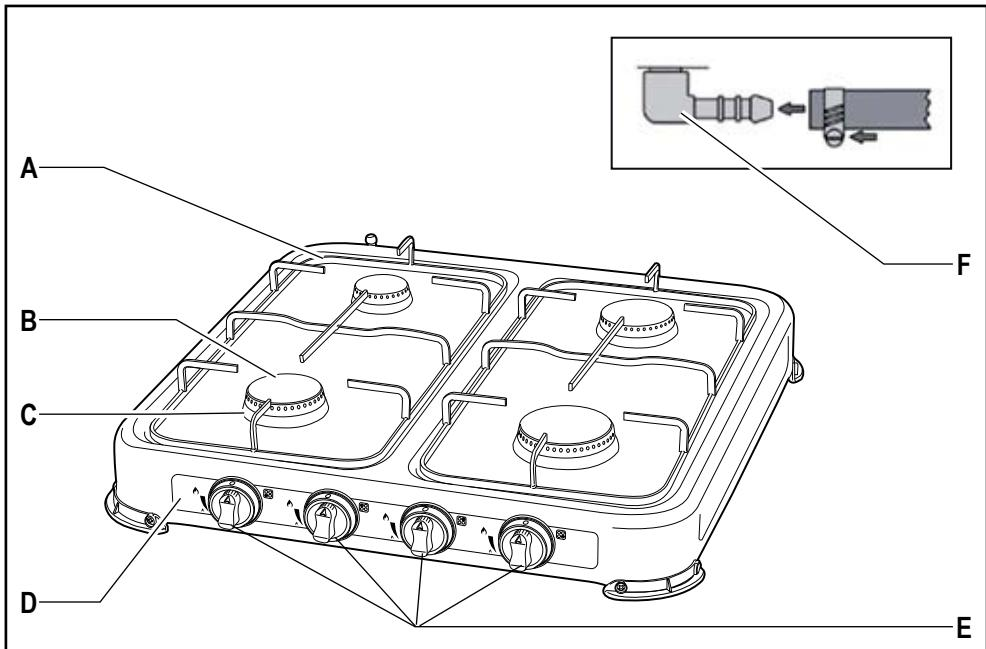
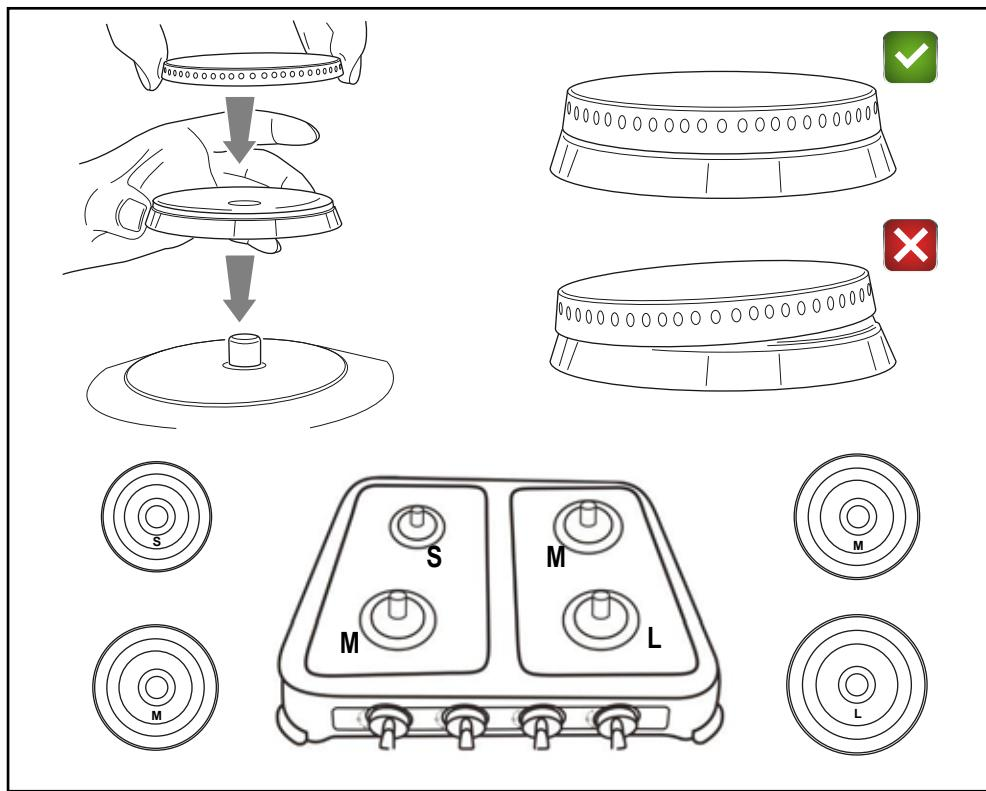

Fig. 1 - Mod. 1994
Fig. 2
DESCRIPCIÓN DEL APARATO (Fig. 1)
Este aparato funciona con gas licuado y es necesaria una instalación que prevea la utilización de un tubo de goma flexible homologado de conformidad con las normativas vigentes. Utilizar un tubo de longitud no superior a 1,5 metros, de diámetro interno 8-9 mm, diámetro externo 14 mm, fijado con abrazadera metálica de tornillo de acero inoxidable diámetro 9-16 mm, como se indica en la Fig. 1. Deberá purgarse la bombona antes de llenarla por primera vez para garantizar un flujo de gas correcto a la cocina. Comprar la bombona en un centro autorizado para estar seguros de que haya sido controlada y rellenada correctamente. Utilizar siempre un regulador de presión conectado a la bombona.
- Asegurarse de que los botones (E) estén colocados en "0".
- Coloque la tapa difusora del quemador (B) encima de la corona del quemador (C) y presione hasta el fondo; asegurarse de que las tapas difusoras de los quemadores (B), las coronas de los quemadores (C) y la rejilla de soporte (A) estén instaladas correctamente, como se indica en la Fig. 2.
- Asegurarse de que las coronas del quemador (C) estén bien apoyadas sobre la base esmaltada blanca y no estén deformadas.
- Conectar el tubo del gas al aparato mediante la boquilla (F) y fijarlo mediante abrazaderas de apriete de tubos en los dos extremos como indica la Fig. 1.